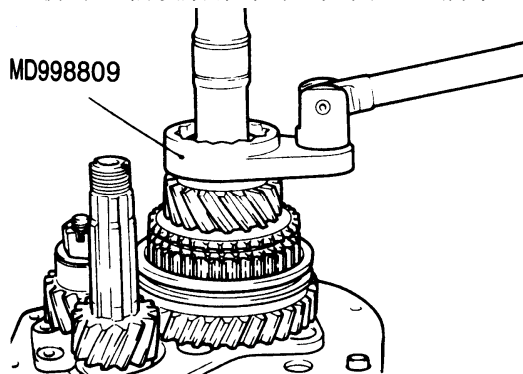

图 3-45 拆卸主轴锁紧螺母
(8) 拆卸主轴锁紧螺母时，如图 3-45 所示，用专用工具拆卸主轴锁紧螺母。